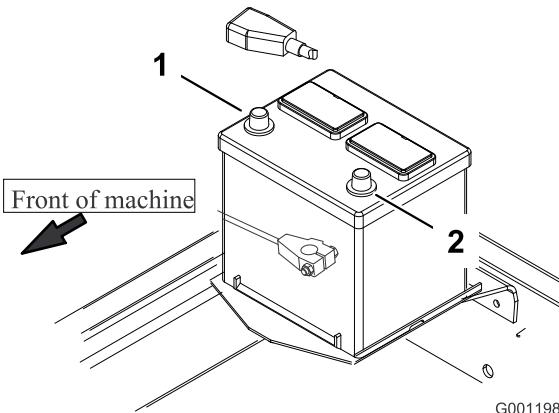

Figura 11
8. Instale primeiro o cabo positivo (vermelho) no terminal positivo (+) e depois o cabo negativo (preto) no terminal negativo (-) da bateria (Figura 11). Coloque a protecção de borracha sobre o terminal positivo para evitar um curto-circuito.